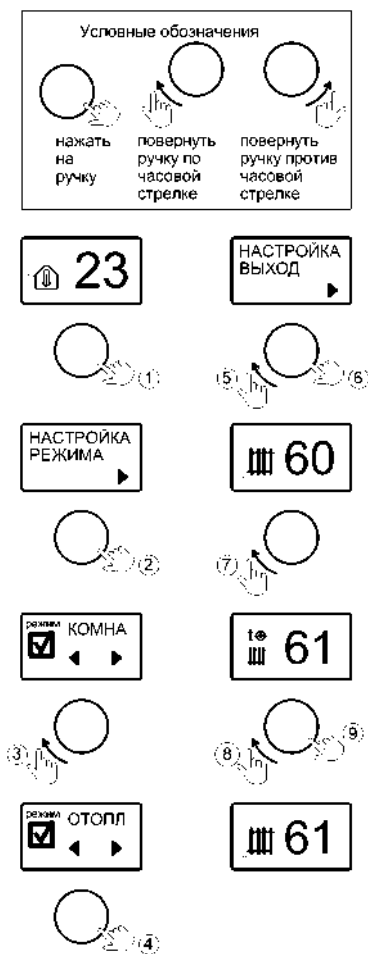
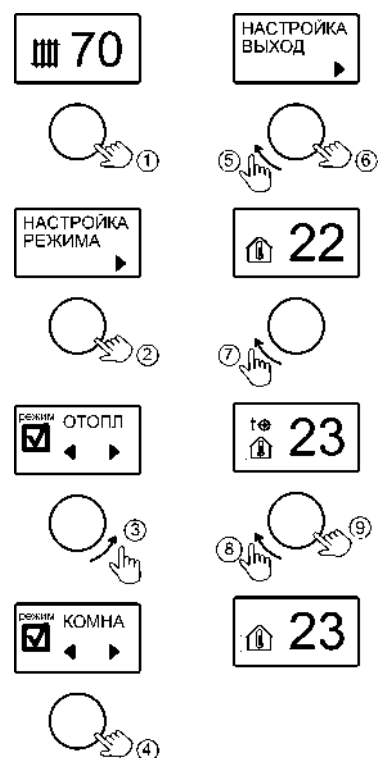
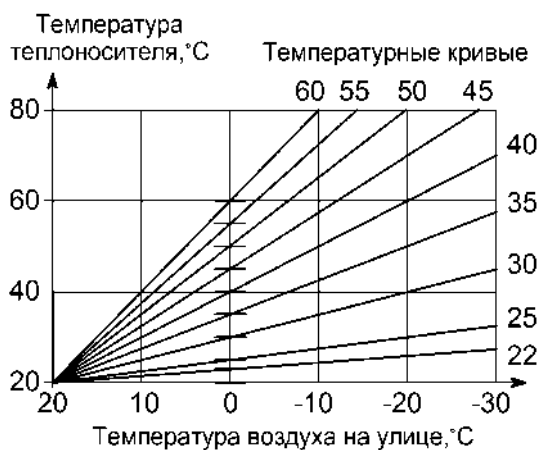
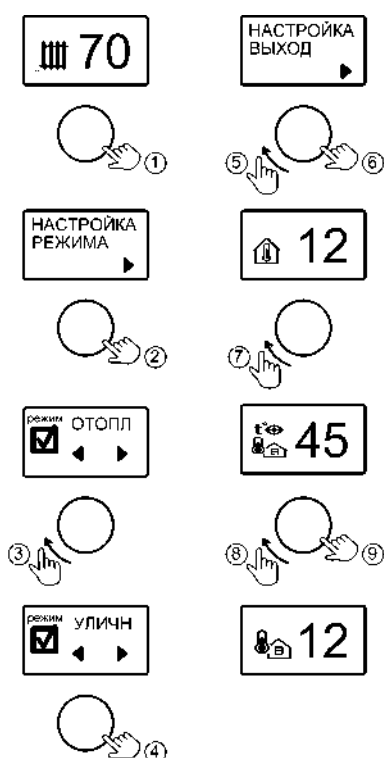

Рисунок 4. Выбор и настройка температуры режима «ОТОПЛЕНИЕ»
Рисунок 5. Выбор и настройка температуры режима «КОМНАТНЫЙ»
Рисунок 6. Зависимость температуры теплоносителя от температуры воздуха на улице
Рисунок 7. Выбор и настройка температуры режима «УЛИЧНЫЙ»
**9.1 «ОТОПЛЕНИЕ»** – режим поддержания температуры теплоносителя. Датчики температуры воздуха в алгоритме не участвуют. Заводская настройка температуры теплоносителя **70°C**. Активация режима и настройка температуры показана на рис.4. Температуру можно задать в диапазоне от +8°C до +85°C.
**9.2 «КОМНАТНЫЙ»** – режим поддержания комфортной температуры воздуха в помещении. Датчик температуры воздуха устанавливается внутри помещения. Заводская настройка 23°C. Активация режима и настройка температуры показана на рис.5.
**9.3 «УЛИЧНЫЙ»** – режим поддержания температуры теплоносителя в зависимости от температуры воздуха на улице по одной из погодозависимых кривых (см. рис. 6). Датчик температуры воздуха устанавливается на улице.
Заводская настройка - 40. Это означает, что при 0°C на улице, температура теплоносителя будет +40°C. При понижении температуры на улице до -10°C, температура теплоносителя увеличится и составит около +50°C. Для изменения заводской настройки нужно в соответствии с рис. 6 выбрать ту кривую, при которой в помещении станет комфортно. Если в помещении холодно - следует выбрать кривую с большим номиналом, если жарко - с меньшим. Чем больше величина теплопотерь здания, тем выше номер кривой. Активация режима и изменения значения кривой ПЗУ показано на рис. 7.
**10.1** Во вкладке «РЕЖИМ РАБОТЫ», выбирается основной режим работы прибора («ОТОПЛЕНИЕ», «КОМНАТНЫЙ», «УЛИЧНЫЙ») - см. рис. 4, рис.5, рис.6.
Подключение должен выполнять квалифицированный специалист. При выборе роли «КОМНАТНЫЙ» и активации режима «КОМНАТНЫЙ» (см. рис.5) прибор будет поддерживать заданное значение температуры воздуха в помещении. При выборе роли «УЛИЧНЫЙ» и активации режима «УЛИЧНЫЙ» (см. рис.6) прибор будет поддерживать температуру теплоносителя в зависимости